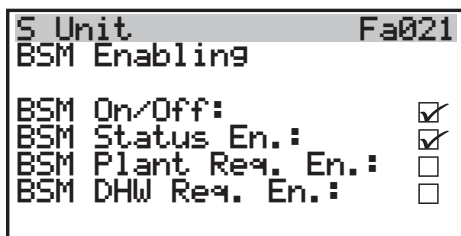

Figura 3.11
- Selezionare le singole voci, premere il tasto 5 e scorrere con i tasti 4 o 6 per deselezionare il campo (Figura 3.11).